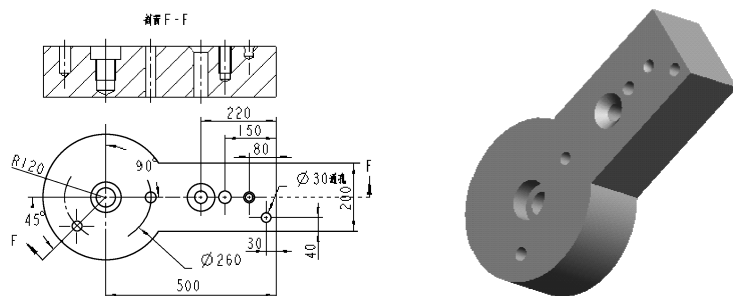

图 7-127 孔
(1) 打开“\习题\第7章\ xiti7-2-1.prt”，根据所给模型创建如图 7-127 所示的孔特征。各孔尺寸由读者自行定义，位置如图 7-127 所示。